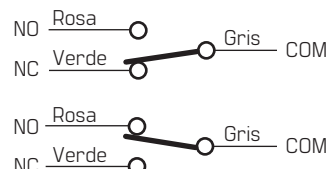
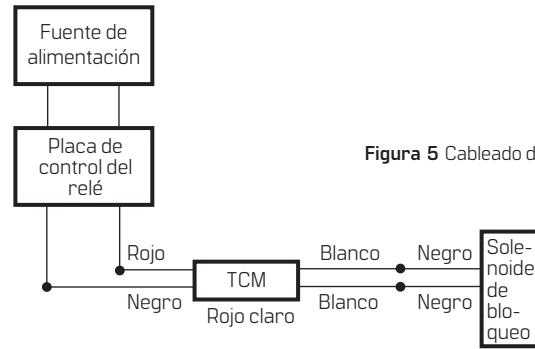

Figura 4 Estados de los contactos de los interruptores
Figura 5 Cableado del TCM
- 1.2 Realice las conexiones de la cerradura de mortaja de acuerdo con las especificaciones de la **Figura 3**, **Figura 4** y **Figura 5**.
- 4.2 Conecte los cables rojo [+] y negro [-] del TCM a la placa de control del relé u otra fuente de alimentación utilizando el conector adecuado (ver la **Figura 5**).